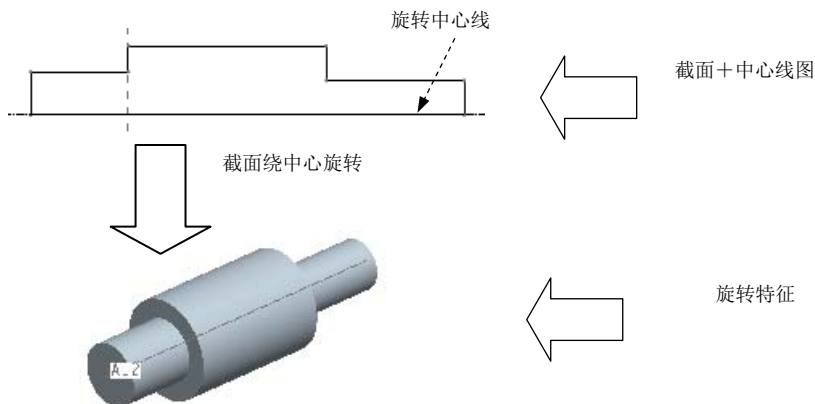

图 3.10.1 旋转特征示意图
如图 3.10.1 所示，旋转（Revolve）特征是将截面绕着一条中心轴线旋转而形成的形状特征。注意旋转特征必须有一条绕其旋转的中心线。
Task2. 创建如图 3.10.1 所示的实体旋转特征
Step5. 完成特征的创建。单击操控板中的 按钮。至此，图 3.10.1 所示的旋转特征已创建完成。